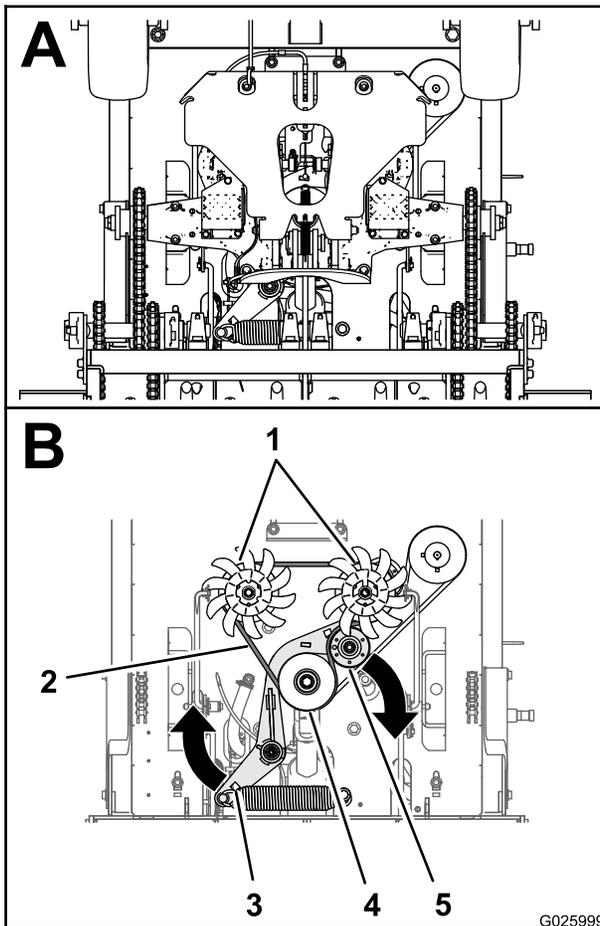

Figura 58
2. Introduzca una barra de expansión en el zócalo del soporte de tensión de la correa y mueva el soporte hacia afuera y hacia adelante (Figura 58).
5. Libere el soporte de tensión de la correa y deje que el muelle tense la correa (Figura 58).
3. Saque la correa de la transmisión nueva alrededor de las poleas del motor, tensor y de la transmisión (Figura 58).
4. Pase la correa nueva alrededor de las poleas del motor, tensor y de la transmisión, según se muestra en Figura 58.